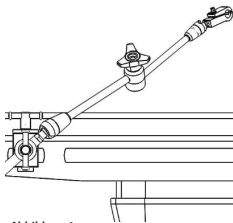

Abbildung 1
- Schieben Sie jeweils einen **Gelenkarm** (AL-0110) in jede der **drehbaren Tischklemmen** ein. Positionieren Sie den **Gelenkarm** und die **Tischklemme** so, dass sie so niedrig wie möglich angewinkelt sind und die Bewegung des Chirurgen nicht behindern (Abbildung 1).